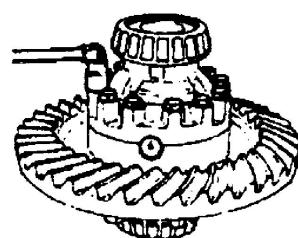
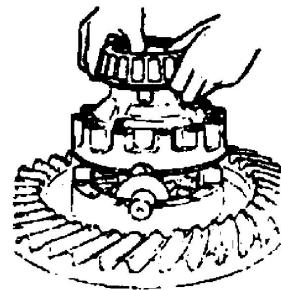

图 3-10
图 3-11
- 1) 拆下右边差速器壳 (图 3-10 及图 3-11)；